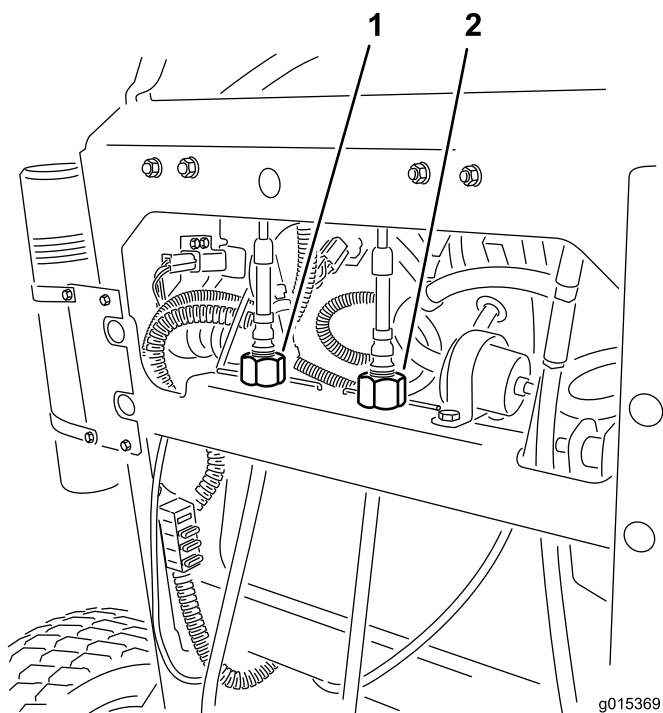

Figura 20
3. Gire la rueda de ajuste del cable izquierdo hasta que la palanca de control de movimiento izquierda quede posicionada al mismo nivel que la palanca de control de movimiento derecha. De este modo la velocidad de la rueda izquierda será aproximadamente igual que la velocidad de la rueda derecha (Figura 20).